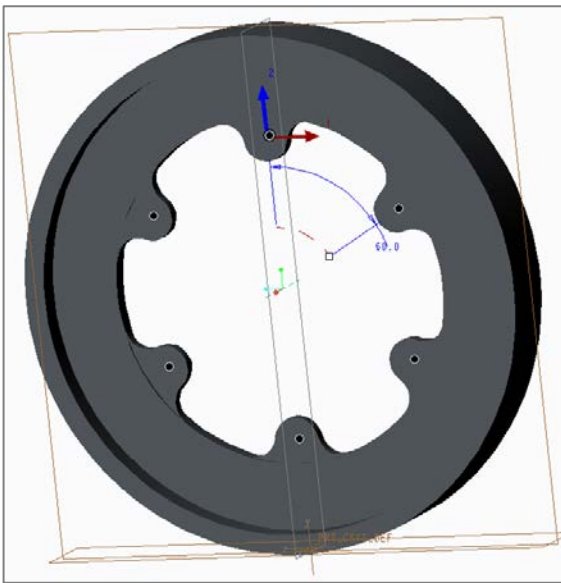

Fig.25 パターンツール設定後の状態
18. 「押し出し2」を選択し、Fig.25,26のように穴も同様に作成する。